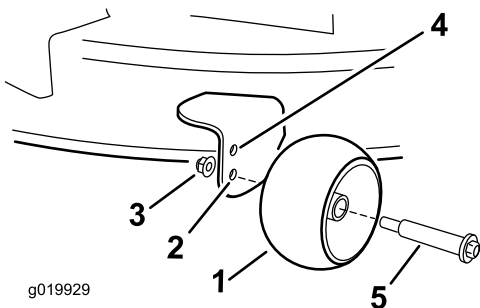

Figura 29
- Furo superior – utilize esta posição com plataforma de corte nas posições de altura de corte de 63 mm e inferiores (**Figura 29**).
- Furo inferior – utilize esta posição com plataforma de corte nas posições de altura de corte de 76 mm e superiores (**Figura 29**).